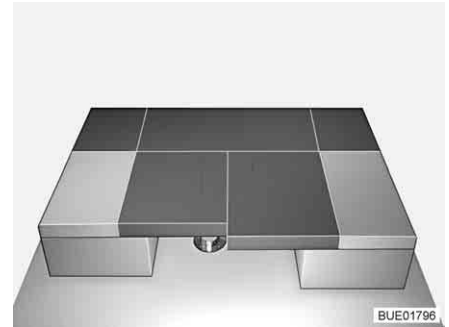

Bild 105 Efter ombyggnaden
- Tryck de båda sittdynorna mellan ryggdynorna (se Bild 105).